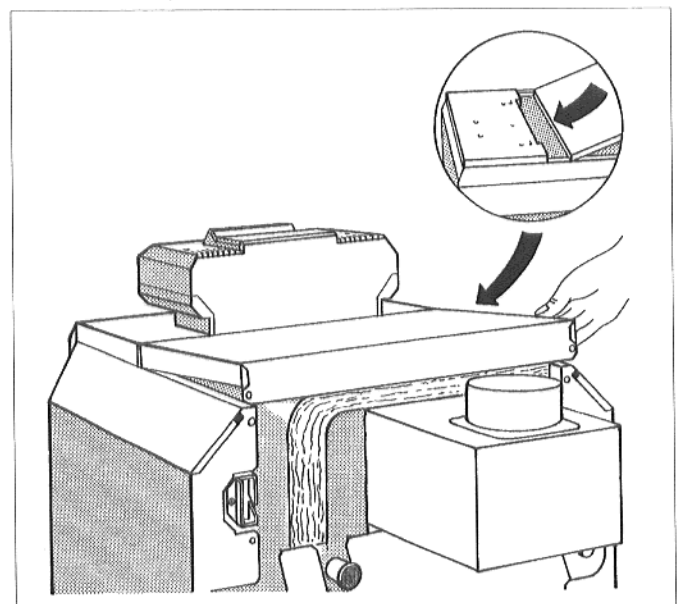

Fig. 18 : monter le capot arrière de la chaudière
- Glisser les languettes du capot arrière de la chaudière sous le capot avant de la chaudière et appuyer vers le bas à l'arrière (fig. 18).